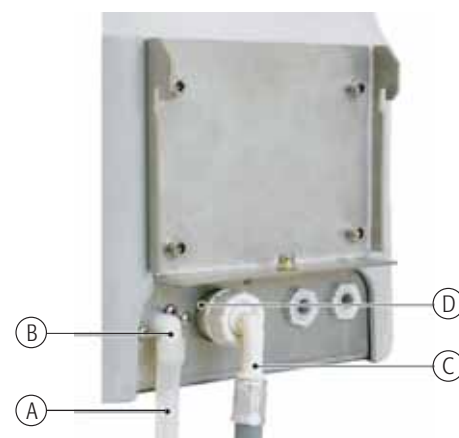

Fig. 2.b
**Nota:** L'humiDisk deve essere installato in posizione orizzontale, con il filtro dell'aria rivolto verso il basso, sollevato da terra come riportato nelle seguenti figure 2.c, 2.d, 2.e. Qualsiasi altra posizione compromette il buon funzionamento della macchina.